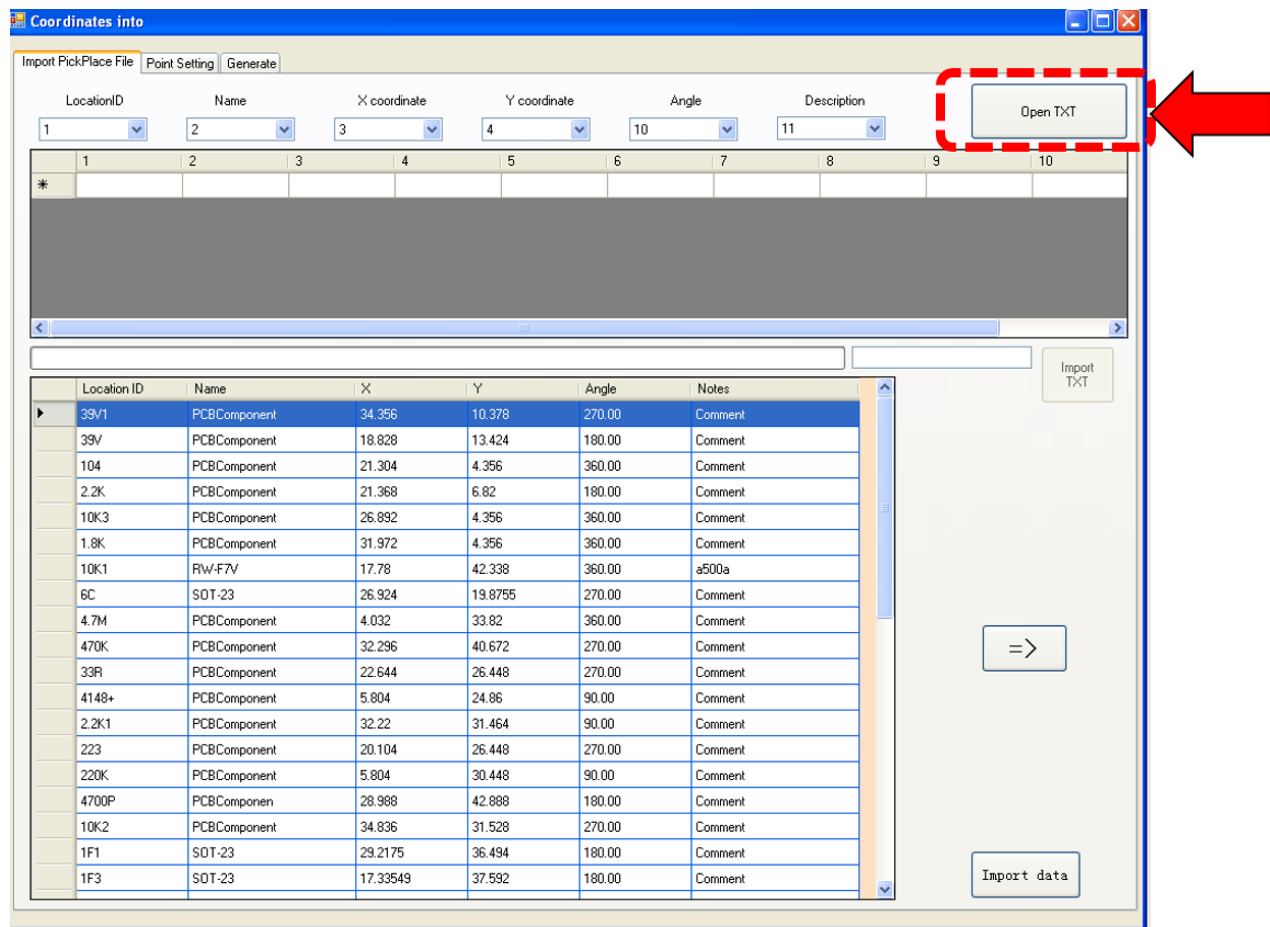

Figura 36. Ventana **Coordinates Into**.
6. Aparece una ventana de nombre “**Coordenates into**”, en ella pulse el botón **Open TXT** como está señalado en la figura 36.